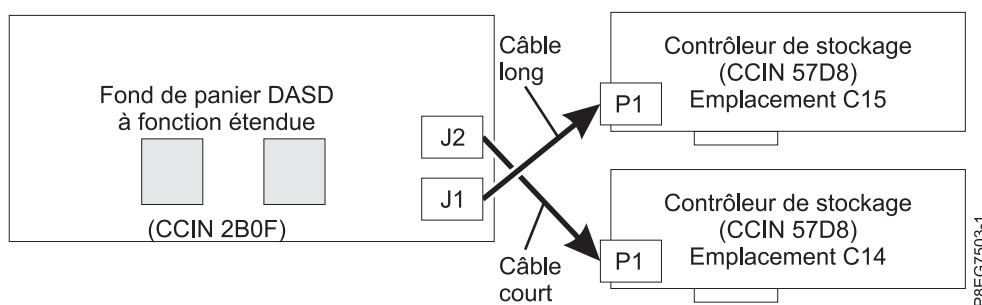

Figure 9. Reconnexion du câble SAS dans une configuration à fonction étendue
- Le câble SAS court relie le connecteur de fond de panier d'unité de disque supérieur (J2) au connecteur P1 sur la carte SAS RAID interne dans l'emplacement P1-C14. Pour plus d'informations, voir figure 9.
- Le câble SAS long relie le connecteur de fond de panier d'unité de disque inférieur (J1) au connecteur P1 sur la carte SAS RAID interne dans l'emplacement P1-C15. Pour plus d'informations, voir figure 9.